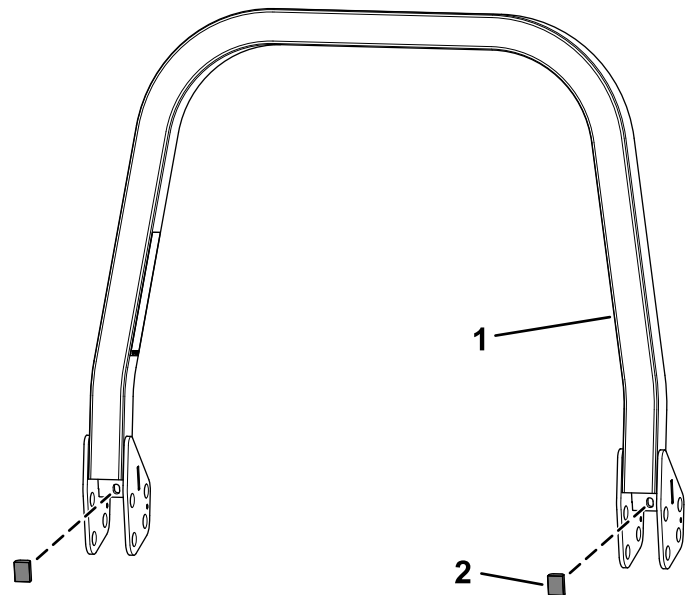

Bild 2
2. Befestigen Sie die beiden Stoßfänger an der oberen Überrollbügelbaugruppe (**Bild 2**).